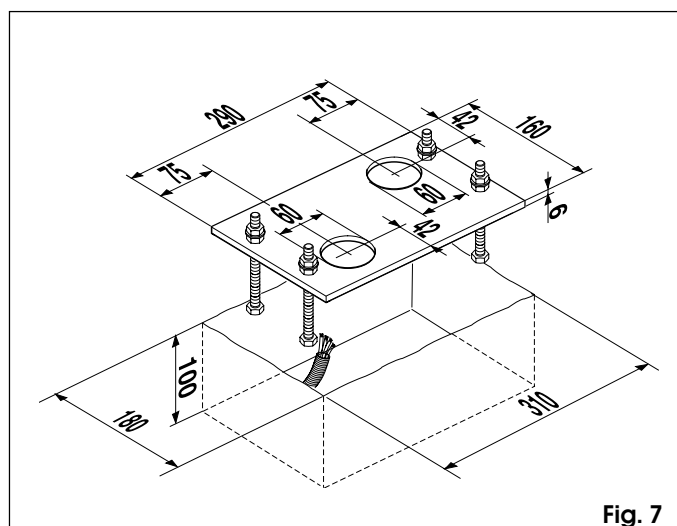

Fig. 7
- 3) Réaliser un coffrage selon la Fig. 7 et sceller la plaque de